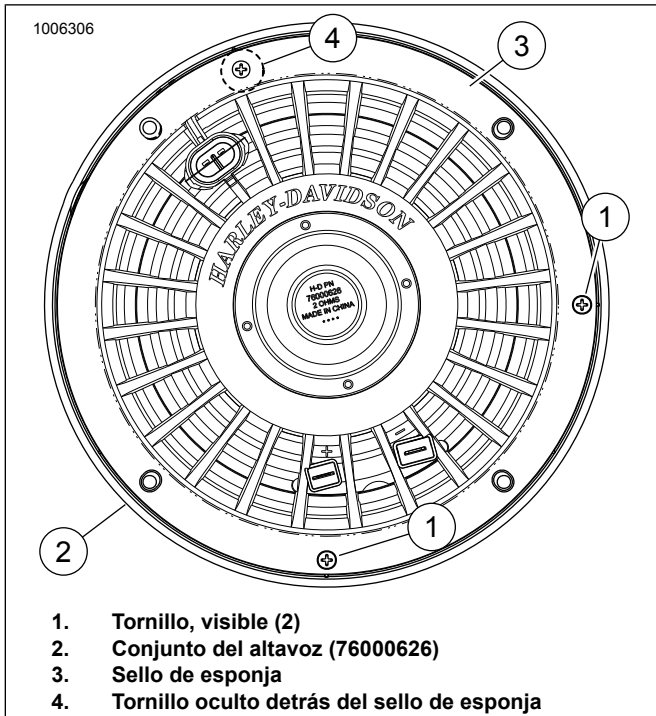
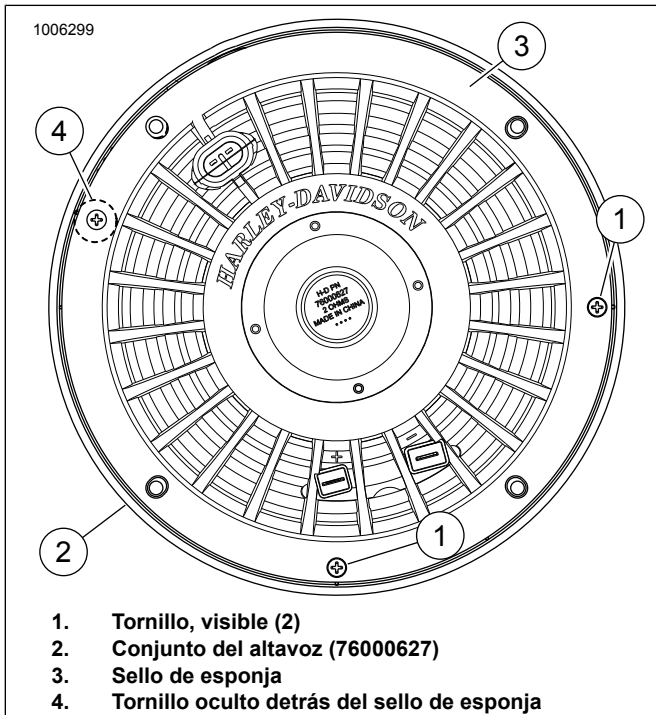

Figura 17. Conjunto del altavoz Stage II izquierdo
Figura 18. Conjunto del altavoz Stage II derecho
Consulte la Figura 17. y Figura 18. Coloque el tornillo oculto (4) debajo de la esponja. Con cuidado, haga una pequeña "X" sobre el tornillo con un cuchillo de pasatiempo.